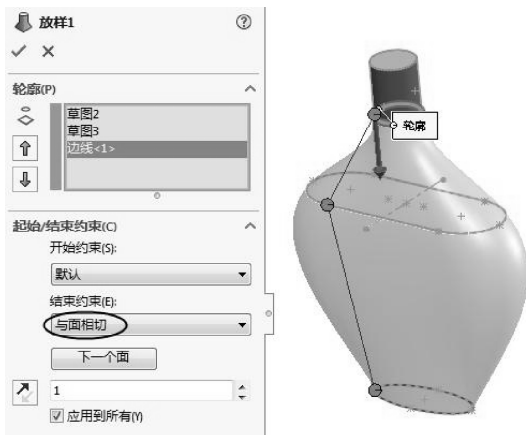

图 3-44 完成瓶身的放样
- 07 单击【放样凸台/基体】按钮 ，打开【放样】属性面板，选择如图 3-44 所示的截面，完成扁瓶的制作。